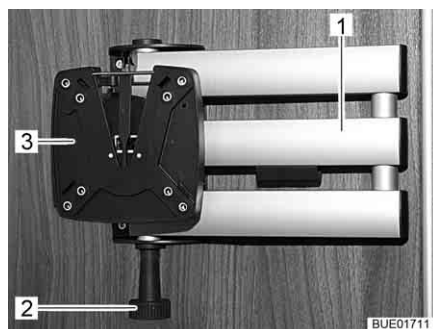

Fig. 74 Support à bras articulé
- Tirer sur le bouton de déverrouillage (Fig. 74,2). Le bras articulé (Fig. 74,1) est déverrouillé.
- Faire retourner l'écran plat dans sa position initiale jusqu'à ce que le support (Fig. 74,3) s'enclenche de manière audible dans le dispositif de verrouillage.